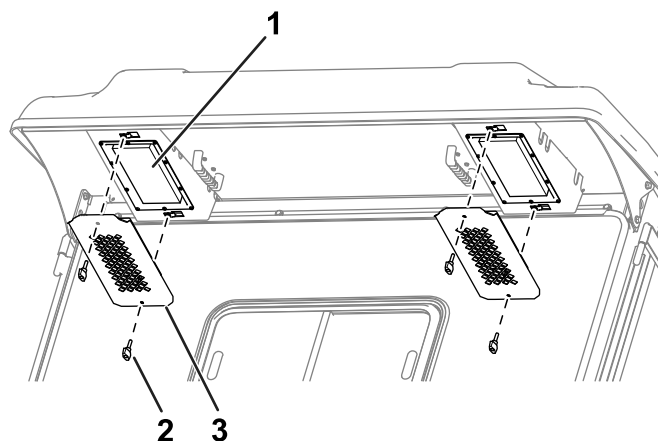

図 88
1. 後方のオーバーハング部からノブと格子を取り外す 図 88。
4. フィルタをキャブに取り付け、格子とノブで固定する 図 88。